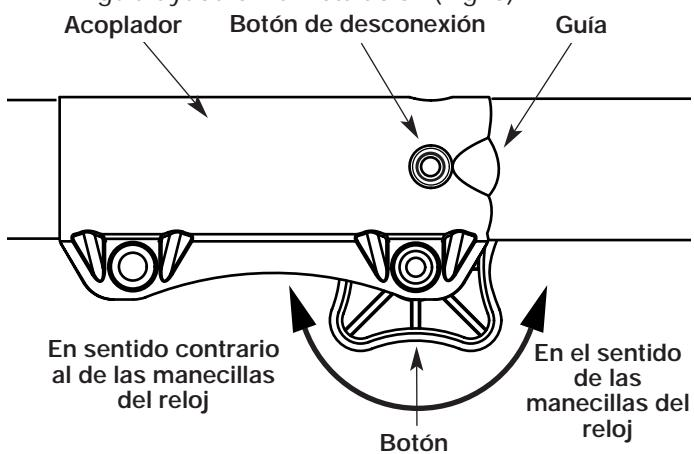

Fig. 5
1. Para aflojarlo, gire el botón en el sentido opuesto al de las manecillas del reloj (Fig. 5).
2. Oprima y sostenga oprimido el botón de liberación (Fig. 5).
2. Apriete el botón girándolo hacia la derecha (Fig. 5).
**NOTE:** La alineación del botón de desconexión con la guía ayuda en la instalación (Fig. 5).